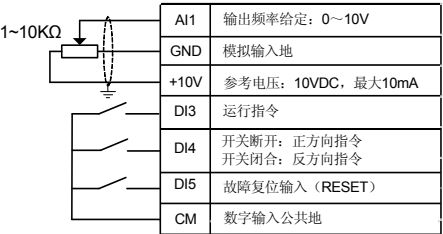

图 7-3
- 5：三线控制宏/AI1 设定** 应用接线图见图 7-3，宏关联参数见表 7-1。